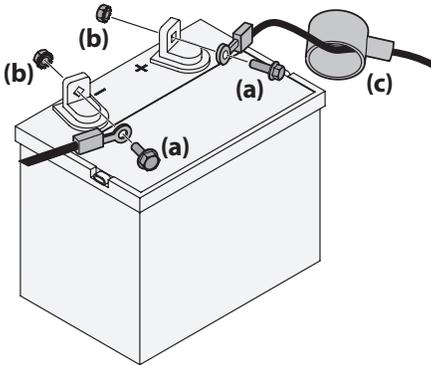

Figure 2-9
1. Retirez le protecteur en plastique, si équipé, de la borne positive de la batterie et fixez le câble rouge à la borne positive (+) avec un boulon (a) et un écrou (b). Voir Figure 2-9.
2. Retirez le protecteur en plastique, si équipé, de la borne négative de la batterie et fixez le câble noir à la borne négative (-) avec un boulon (a) et un écrou (b). Voir Figure 2-9.